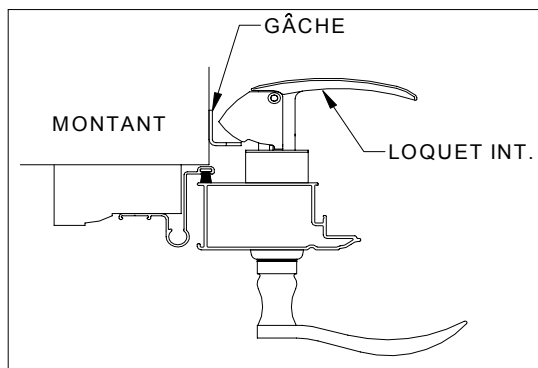

FIGURE 2A
A: En tenant la porte fermée de l'intérieur, glisser la gâche derrière le loquet. Marquer la position des trous ovales de la gâche sur le chambranle et percer deux (2) avant-trous de 3/32" aux endroits marqués. **FIGURE 2A**